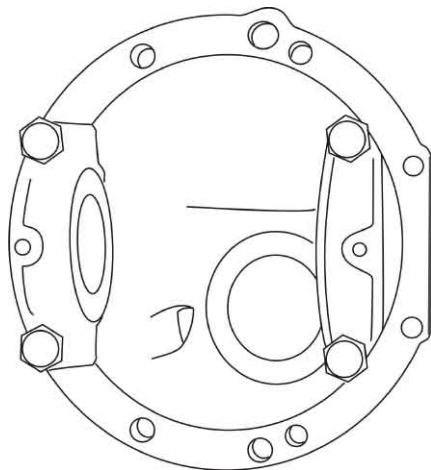

Рис. 2
3. Подрежьте фланец редуктора ЗМ таким образом, чтобы он не упирался в левую часть корпуса СРПМ [1] (рис. 2).